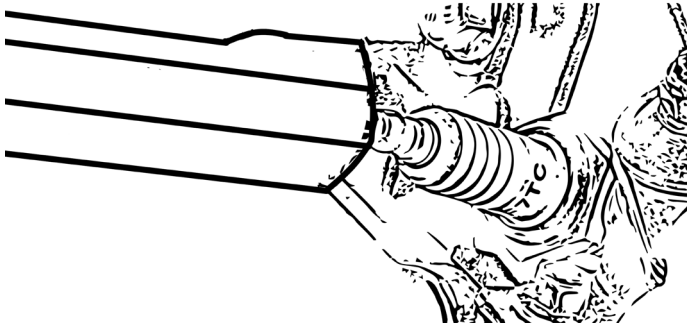

Abbildung 26
- Lösen Sie die Zündkerze mit Hilfe des Zündkerzenschlüssels, Abb. 26.